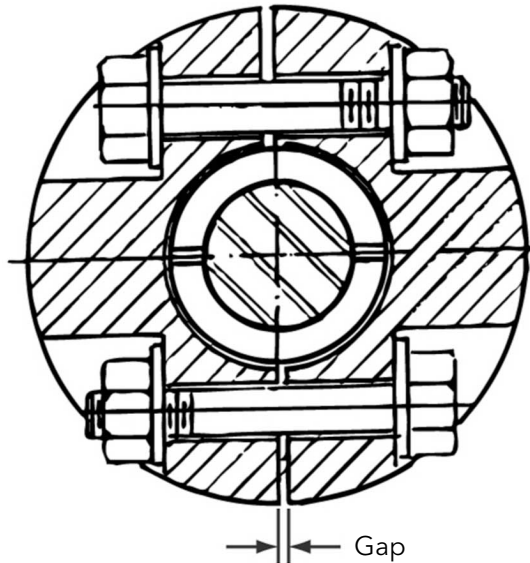

Figura 16: Vista superior
8. Inserte los tornillos ciegos del acoplador y coloque una arandela de bloqueo y una tuerca en cada tornillo. Los cabezales del perno en cada nivel en los lados opuestos del acople deben apuntar en direcciones diferentes para lograr el equilibrio, como se muestra en *Figura 16: Vista superior* en página 27.